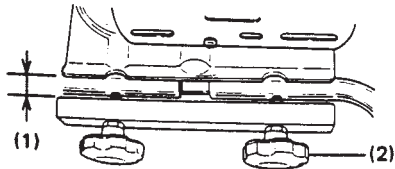

Fig. 1
- 1) Solte os parafusos de punho em aprox. 1 polegada para dobrar ambas as peças para fora. Evite soltar demasiado para que os parafusos não saírem. (Fig. 1)